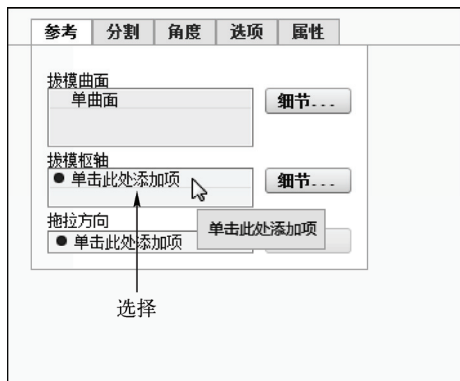

图 10-70 选择相应选项
STEP 04 单击“参考”按钮，弹出“参考”下滑面板，在“拔模枢轴”列表框中选择“单击此处添加项”选项，如图 10-70 所示。